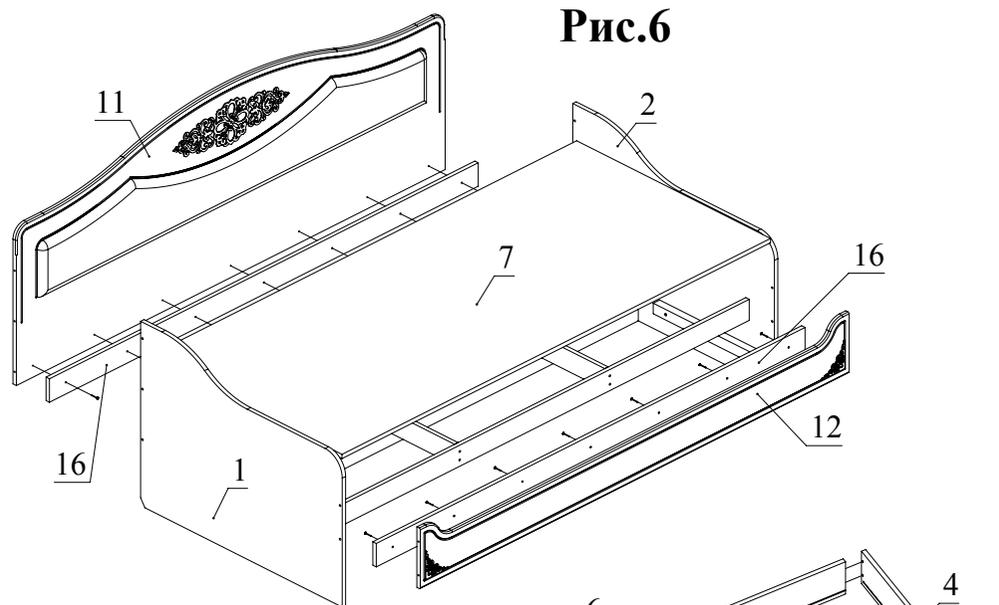

Рис.6
7. С помощью шурупов 4x30 соедините планки 16 с деталями 12 и 11. Планка 16 должна быть заподлицо с деталью 12. Опустите деталь 7 на полученное основание. (Рис.6).